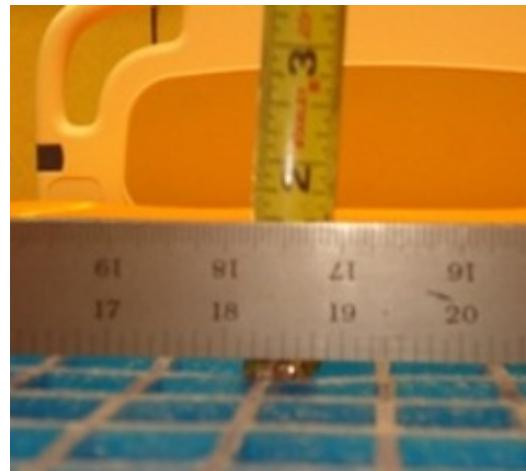

図13-4: 最大の深さの測定
6. 卷き尺を使用して、直定規の底部から発泡樹脂の最上部までの最大の深さ（最下点）を測定します（13-17ページの図13-4）。